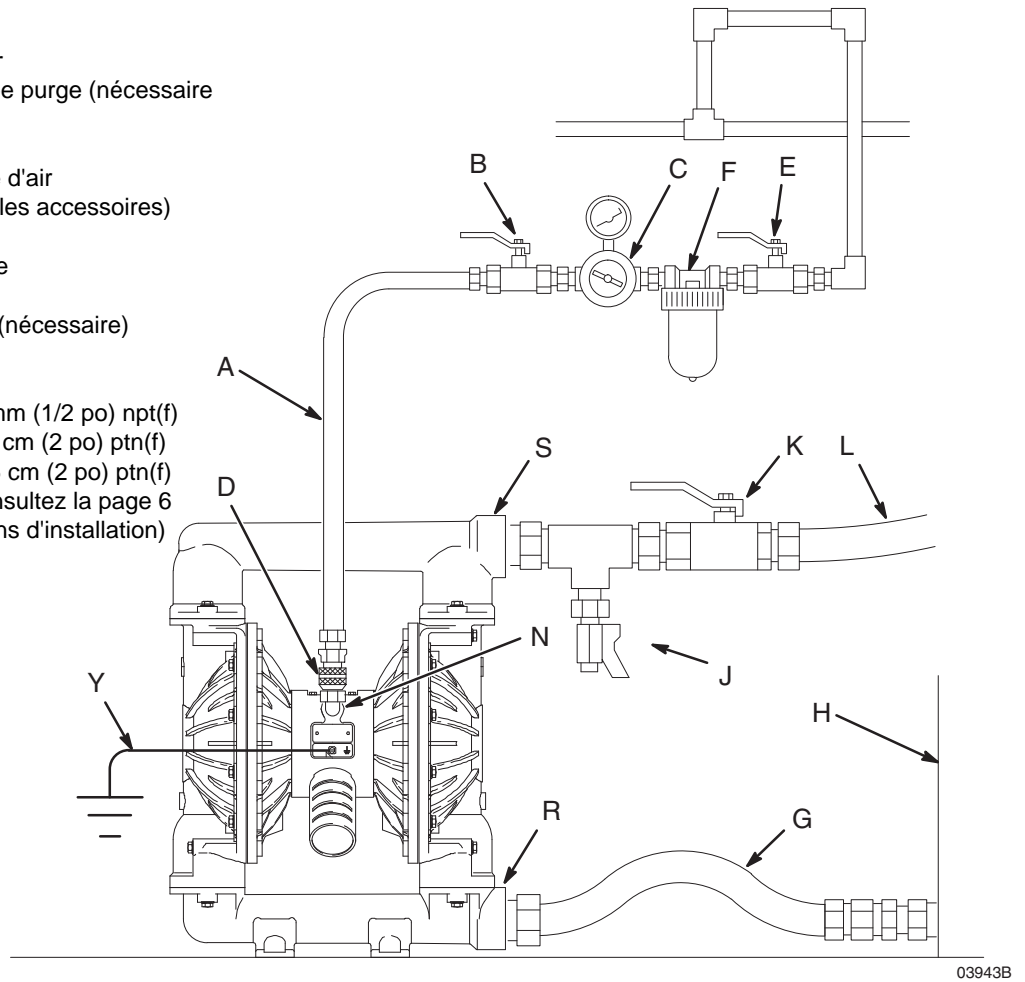

FIG. 2
Une vanne d'air principale de type purge (B) doit être montée sur votre système pour décharger l'air prisonnier entre cette vanne et la pompe. L'air prisonnier peut induire un fonctionnement inattendu de la pompe et provoquer ainsi des blessures graves, y compris des projections dans les yeux ou sur la peau, des blessures dues à des pièces en mouvement ou une intoxication avec des produits dangereux. Consultez FIG. 2.
1. Installez les accessoires de la conduite d'air comme indiqué sur la FIG. 2. Fixez ces accessoires au mur ou sur un support. Assurez-vous que la conduite d'air qui alimente les accessoires est mise à la terre.
- a. Installez un régulateur d'air (C) et un manomètre pour contrôler la pression du fluide. La pression de sortie du fluide sera identique au paramètre du régulateur d'air.
- b. Localisez une vanne d'air principale de type purge (B) à proximité de la pompe et utilisez-la pour libérer l'air emprisonné. Consultez la **MISE EN GARDE** ci-dessus. Localisez l'autre vanne d'air principale (E) en amont de tous les accessoires de la conduite d'air et utilisez-la pour les isoler pendant les opérations de nettoyage et de réparation.
- c. Le filtre (F) sur la conduite d'air élimine les poussières et l'humidité nuisibles de l'alimentation en air comprimé.
2. Installez un flexible d'air souple mis à la terre (A) entre les accessoires et l'entrée d'air en 1/2 npt(f) (N) de la pompe. Consultez la figure 2. Utilisez un flexible d'air d'un diamètre intérieur minimum de 13 mm (1/2 po). Vissez un coupleur rapide de conduite d'air (D) sur l'extrémité du flexible d'air (A) puis vissez fermement le raccord correspondant dans l'entrée d'air de la pompe. Ne branchez pas le coupleur (D) sur le raccord tant que vous n'êtes pas prêt à faire fonctionner la pompe.
Une vanne de purge de fluide (J) est nécessaire pour relâcher la pression dans le flexible s'il est bouché. La vanne de purge réduit le risque de blessure grave, y compris par projection dans les yeux ou sur la peau, ou par intoxication avec des produits dangereux, lors de la décompression. Installez la vanne à proximité de la sortie de fluide de la pompe. Consultez FIG. 2.
1. **Utilisez des flexibles de fluide (L) reliés à la terre.**
4. Placez l'extrémité du flexible de fluide (L) dans un réservoir approprié.
5. Fermez la vanne de purge de fluide (J). Consultez FIG. 2.
6. Avec le régulateur d'air (C) de la pompe fermé, ouvrez toutes les vannes d'air principales de type purge (B, E).
8. Ouvrez lentement le régulateur de débit d'air (C) jusqu'à ce que la pompe commence un cycle. Laissez la pompe tourner lentement jusqu'à ce que tout l'air soit évacué des conduites et que la pompe soit amorcée.
1. Fig. 2 et plans éclatés. Exécutez les étapes 1 à 7 du chapitre **Démarrage et réglage de la pompe.**
2. Ouvrez le régulateur de débit d'air (C).